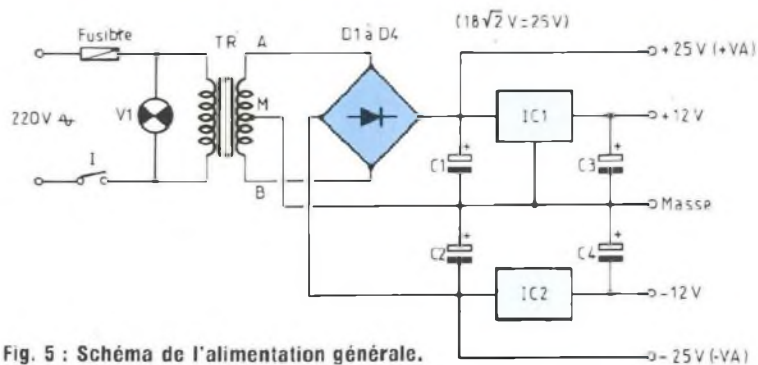

Fig. 5 : Schéma de l'alimentation générale.
– Pour le circuit de puissance, il nous faut  $\pm 25 \text{ V}/2 \text{ A}$ . Le schéma correspondant est donné en figure 5. Un transformateur de  $2 \times 18 \text{ V}/2 \text{ A}$  attache un pont de Graëtz formé par D1 à